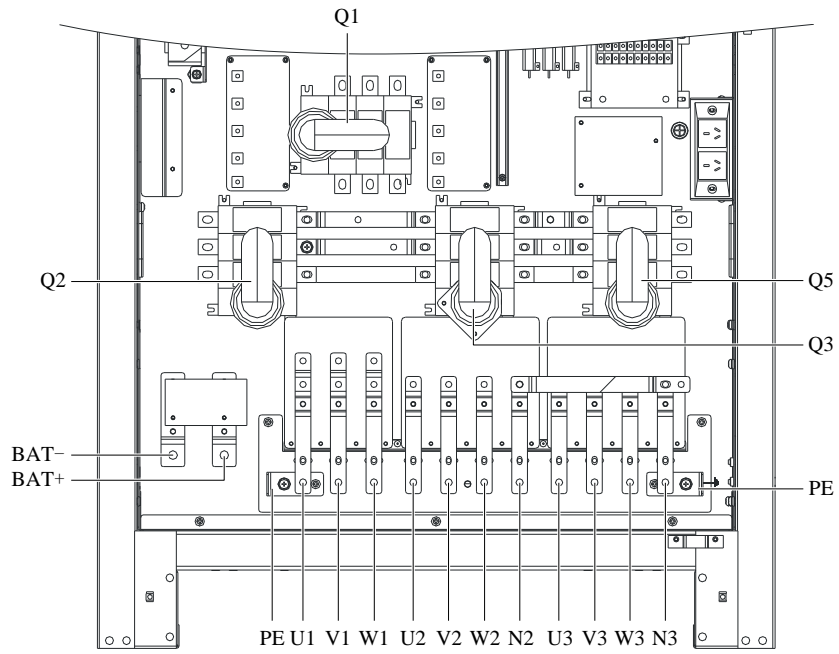

图3-2 80kVA/100kVA/120kVAUPS 功率电缆连接端子示意图
整流器输入、旁路、输出及电池功率电缆（端头均应压接铜鼻）与电源开关下的铜排相连接，如图 3-2~图 3-9 所示。
在输入、输出线连接铜排附近有接地排，如图 3-2~图 3-9 所示。保护地线应接在接地排上并与系统的各机柜相连。
设备完全定位后，参见图3-2~图 3-9，按下列步骤连接电源线。
<ol style="list-style-type: none"> <li>1. 功率电缆走线应经过金属地槽或金属走线槽，以防止电缆受机械应力损伤，并降低对周围环境的电磁干扰。</li> <li>2. 柜内走线时，需按图 3-2 至图 3-9 说明在机柜内对电缆进行扎线固定，以防止电缆受机械应力损伤。</li> </ol>
2. 对于 80kVA/100kVA/120kVA UPS，将连接在旁路开关 Q2 连接铜排和主路输入端子（U1-V1-W1）之间的电缆（\*），修改成与旁路输入端子（U2-V2-W2）连接，如图 3-2~图 3-4 所示。注意确保相序正确。